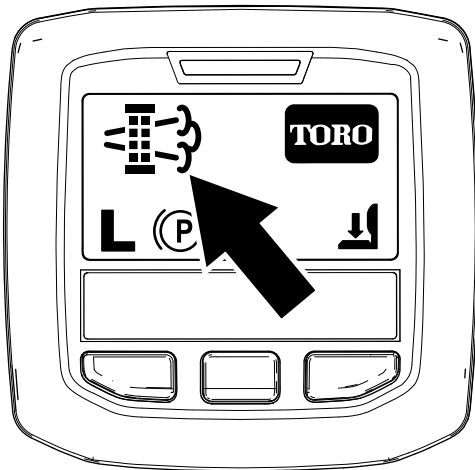

Figura 52
- Quando o computador do motor pede uma regeneração em estacionamento ou uma regeneração de recuperação, o ícone de pedido de regeneração (Figura 52) surge no InfoCenter.